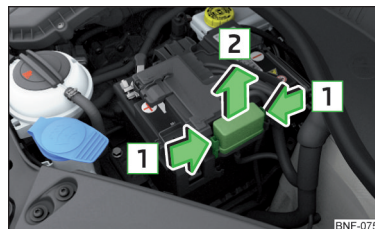

Fig. 139
Siguranțele se găsesc sub un capac, lângă bateria autovehiculului » fig. 139.
- Comprimați simultan tastele de blocare **1** ale capacului » fig. 139.